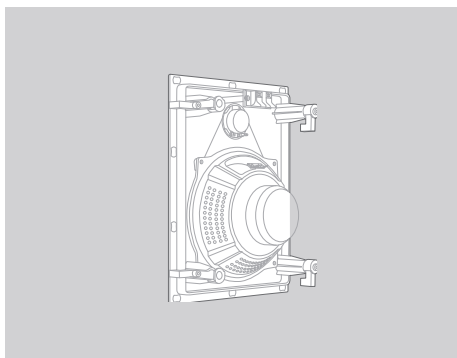

Figure 6
2. Faites passer le câblage de l'enceinte dans les ouvertures de la paroi. Veillez à vous conformer à tous les règlements de construction et du bâtiment locaux. Branchez le câble d'enceinte aux bornes appropriées de l'enceinte. Confirmez que chaque fil correspond à la couleur et à la polarité correctes sur l'amplificateur du système. (Figure 6)